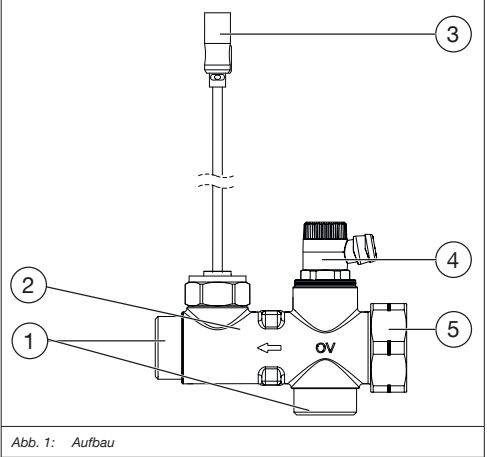

Abb. 1: Aufbau
Lösen Sie die Überwurfmuttern (siehe Abb. 1 (1)) am Volumenstromsensors und nehmen Sie den Volumenstromsensor von den Rohren ab.
Wenn ein Trinkwasserzirkulationsmodul vorhanden ist, entfernen Sie die Verschlusskappe (siehe Abb. 1 (5)).
Setzen Sie die beiliegenden Dichtungen in die Überwurfmuttern (siehe Abb. 1 (1)) ein und ziehen Sie sie fest. (Drehmoment 45 Nm).